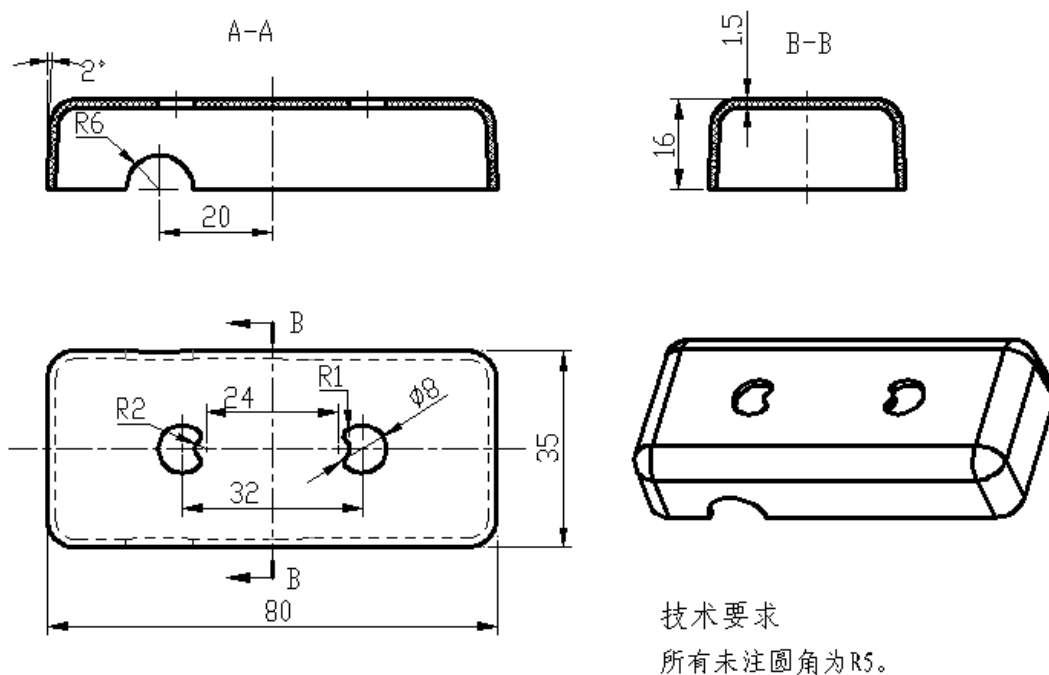

图 2-13 上盖
按照图2-13的要求，进行上盖塑件造型及注射模具型腔、型芯零件设计。
(1) 在F盘下建立考生文件夹，文件夹名称为考生准考证号，塑件三维造型及型腔、型芯设计所完成后的文件都存于此文件夹中。
(2) 根据图2-13对该塑件进行三维造型设计，文件名称为3DSJ。
(3) 完成该塑件的注射模具型腔、型芯零件设计，一模两穴。
(4) 分模文件名称为SJFM，型腔（cavity）和型芯(core)。